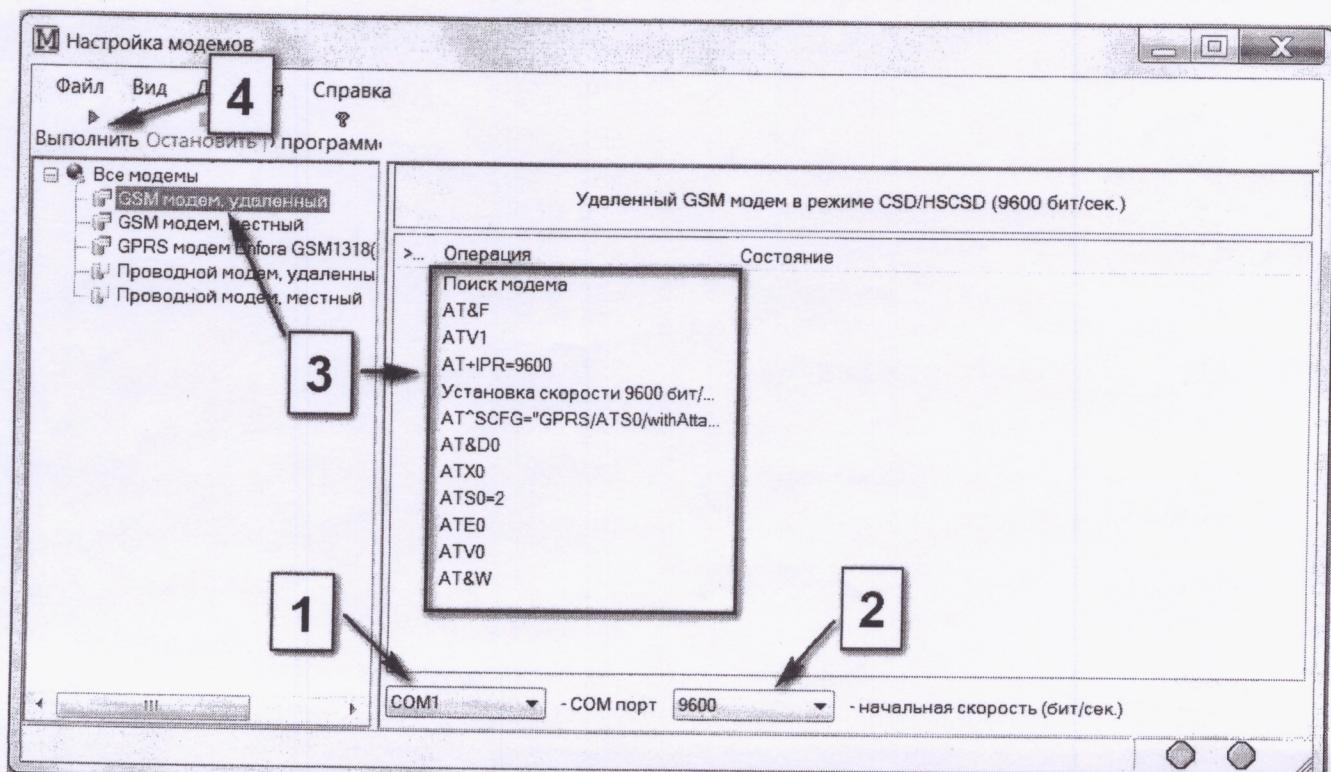

Рисунок 16
- запустить программу настройки GSM-модемов «ModemInitializer», в открывшемся окне (рисунок 16) указать номер COM-порта, к которому подключен модем, задать начальную скорость обмена – **9600**, выбрать прошивку «**GSM модем, удаленный**» и нажать кнопку «Выполнить».